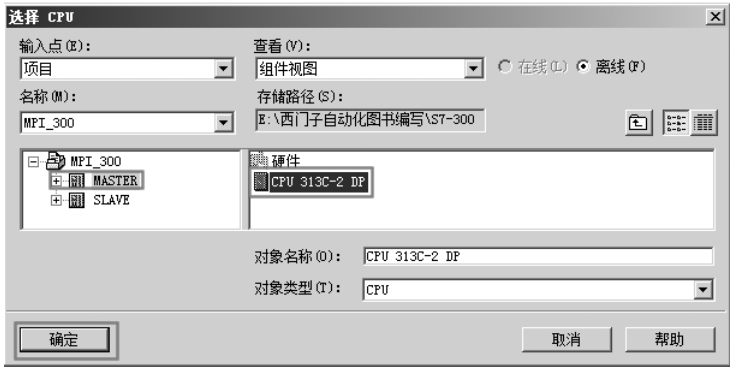

图 8-44 选定 CPU
10) 选定 CPU。选定“MASTER”，再选定“CPU 313C - 2DP”，然后单击“确定”按钮，如图 8-44 所示。